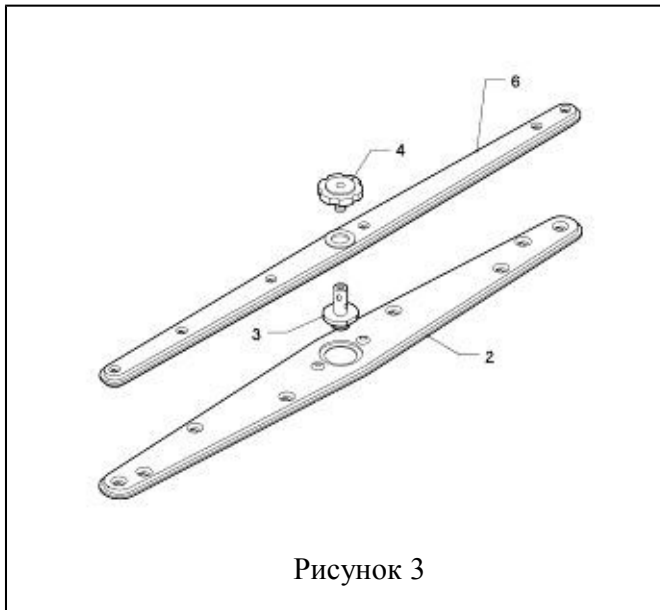

Рисунок 3
2. Не реже одного раза в 2 недели промойте нижнее и верхнее ополаскивающие душирующие устройства, предварительно их разобрав (рисунок 3) [моющие душирующие устройства широкие (поз. 2), ополаскивающие душирующие устройства узкие (поз. 6)]. Для этого отверните центральный болт (поз. 4), снимите ополаскивающее душирующее устройство, выньте ось (поз. 3), снимите моющее душирующее устройство. Промойте отверстия сопел струей чистой воды. Не используйте для мытья щетки или другие предметы, чтобы не повредить сопла. Аккуратно соберите душирующие устройства в обратном порядке.